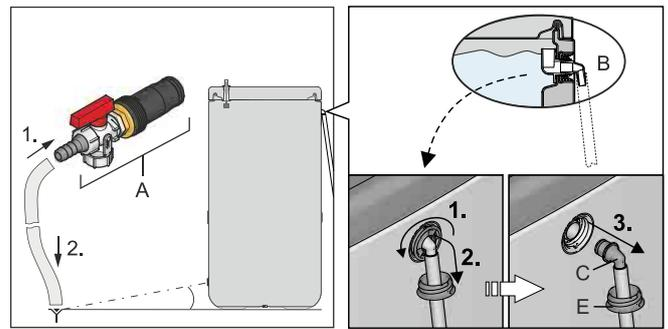
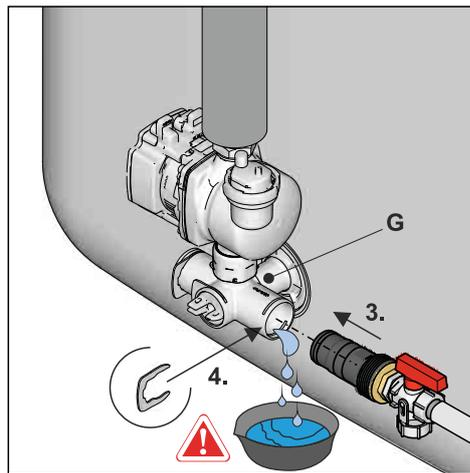

Bild 9-1 Ablaufschlauch montieren; Optional: Anschlussstück vom Sicherheitsüberlauf demontieren
Bild 9-6 KFE-Befüllanschluss in Anschlusswinkel montieren
- 2 Ablaufschlauch an den **KFE-Befüllanschluss (Zubehör KFE BA)** (Bild 9-1, Pos A) anschließen und zu einer mindestens bodentiefen Ablaufstelle verlegen.
Ist kein **KFE-Befüllanschluss** verfügbar, kann alternativ das Anschlussstück (Bild 9-1, Pos. C) vom Sicherheitsüberlauf (Pos. B) demontiert und verwendet werden.
Tab. 9-1 Legende zu Bild 9-1 bis Bild 9-6
- Ventileinsatz am Anschlusswinkel so einstellen, dass der Weg zum Blindstopfen abgesperrt ist (Bild 9-6).
- Geeignete Auffangwanne unterstellen und Blindstopfen vom Anschlusswinkel entfernen (Bild 9-6).
- 3 **KFE-Befüllanschluss** in den Anschlusswinkel einstecken und mit Halteklammer sichern (Bild 9-6).